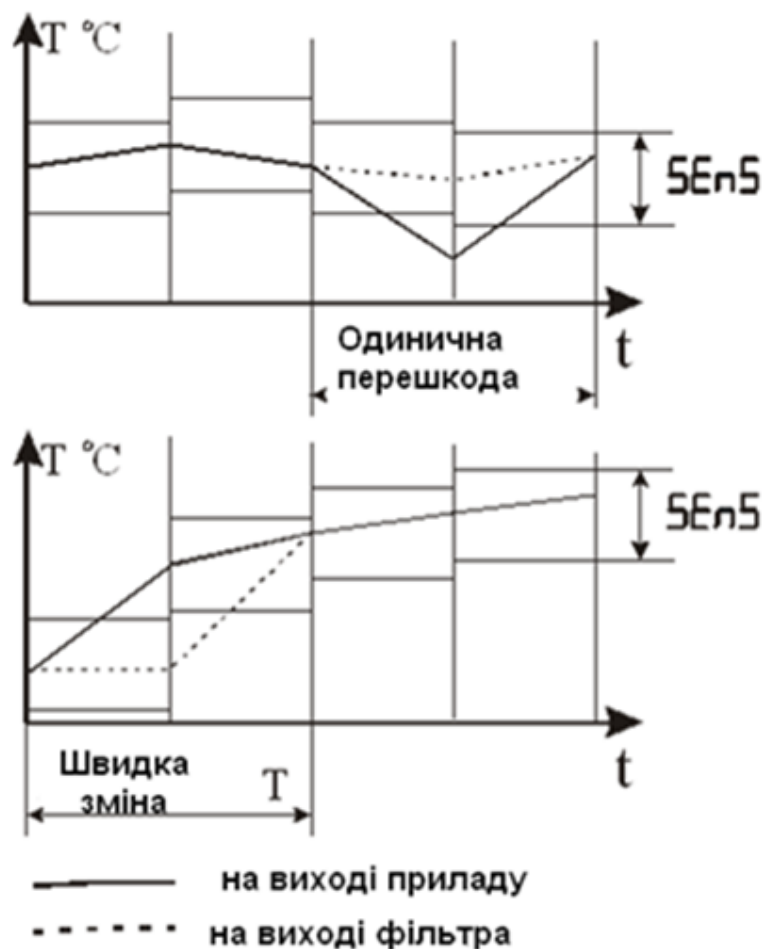

Рисунок 3.12 – Робота фільтра при впливі випадкової перешкоди і швидкій зміні сигналу
3.3.3.7 З метою зменшення впливу випадкових імпульсних перешкод на показання в прилад введена цифрова фільтрація. Робота фільтра описується параметром "Смуга фільтра". Якщо поточне значення температури або вологості відрізняється від результатів попереднього вимірювання на значення, яке перевищує вказане в параметрі "Смуга фільтра", то проводиться повторне вимірювання параметра, а на індикаторі залишається старе значення (див. Рисунок 3.12). Про повторне вимірювання свідчить мигання світлодіода "К" зеленого свічення за відповідним каналом.